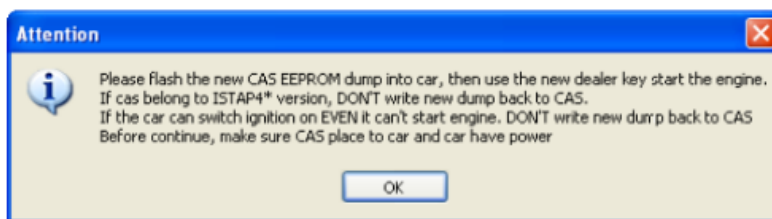

IMAGEN 6.4
- Bajo la situación de que todas las llaves estén perdidas para el CAS3+ versión encriptada, obtendrá una ventana como la de la **(IMAGEN 6.4)**: Esta ventana aparecerá después de la primera vez que escriba la llave. Cuando obtenga esta
- 2) Ingrese una llave en blanco para hacer una llave temporal (temp key), y guarde el dump nuevo de la EEPROM, y obtendrá una ventana como la de la \(IMAGEN 6.4\), puede ver más detalles acerca de esta ventana en la nota especial de la sección 6.1.